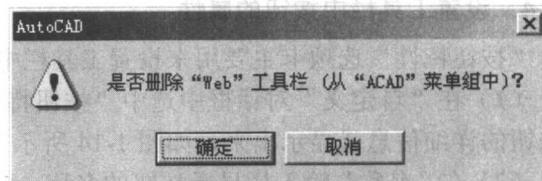

图 1-12
(6) 选中要删除的工具栏，单击“删除”按钮，在打开的如图 1-12 所示提示框中单击“确定”按钮，即可删除该工具栏。